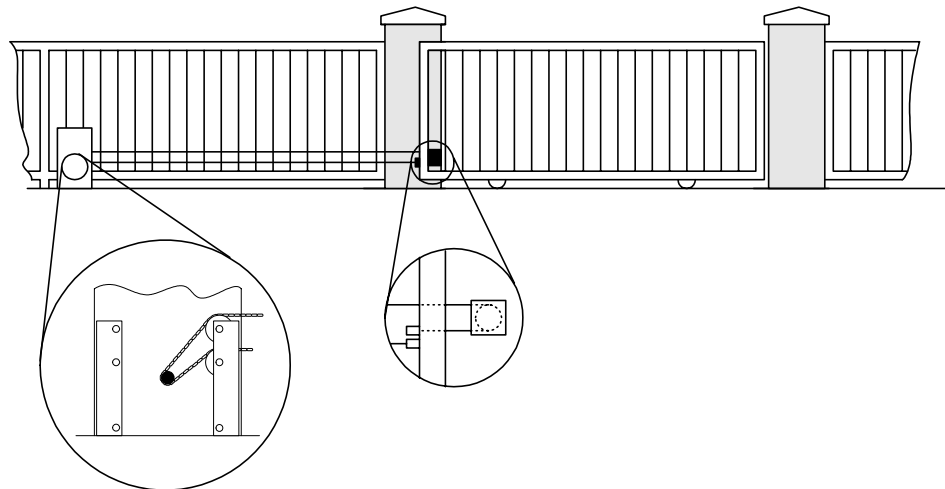

Figura 18
3. Encamine la cadena a través del operador de puerta: sobre la rueda guía y alrededor de la rueda de cadena (figura 18). y alrededor de la ensambladura de la rueda guía.